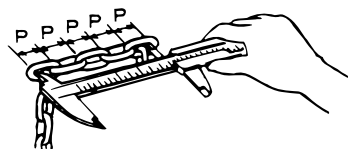

図24 ピッチ測定方法
- (1)ロードチェーンは、部分的にではなく、全体をチェックしてください。5個のリンクのピッチ(P)の和を、図24のように、ノギスで測定してください。
- (2)通常は30cmおきに測定してください。但し、限界値に近いときは、より多くの場所を測定し、一部分でも限界値に達していたら新品と取り替えてください。
- (3)リンクとリンクの接触部の摩耗やキズなどにより、線径が初期線径の95%未満(最も小さい測定値となる測定を行うこと)になっている部分が1箇所でもあれば、新品と取り替えてください。以下3項目のいずれか1つでも該当するロードチェーンは、新品と取り替えてください。
- (4)チェーンに有害なキズがある。
- (5)チェーンが変形している。
- (6)溶接スパッタの付着が見られるなど、高熱にさらされたと考えられる場合。